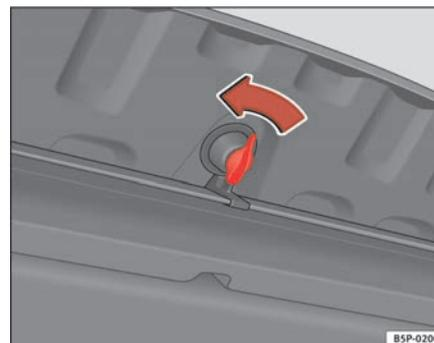

Abb. 123 Öffnen des Ablagefachs
⇒ Seite 149, Abb. 123. Zum Öffnen dieses Ablagefachs drehen Sie den Verschluss um 90°.
- Zum Öffnen dieses Ablagefachs drehen Sie den Verschluss um $90^\circ \Rightarrow$ Seite 149, Abb. 123.